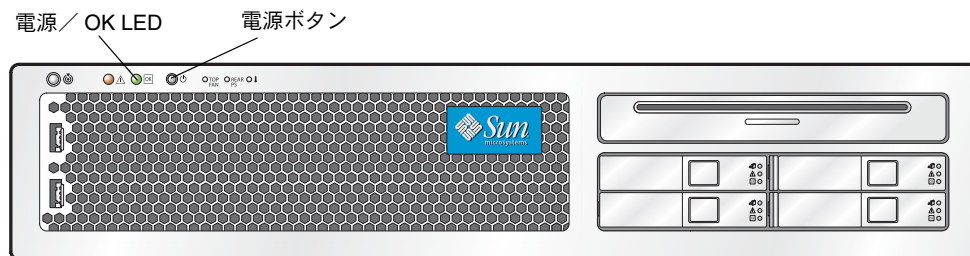

図 4-1 電源ボタンと電源 / OK LED の位置
1. 主電源モードからスタンバイ電源モードへサーバーをシャットダウンする方法を選択します。図 4-1 を参照してください。